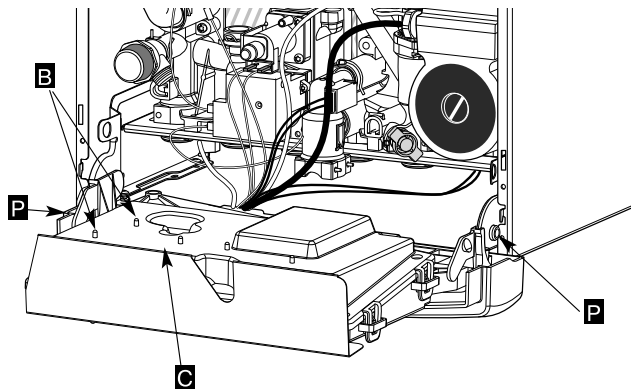

Рис. 10
- Отверните винты **B** и снимите крышку **C** (рис. 10).
**Отключите электропитание котла**, снимите кожух, откройте блок, нажав на два фиксатора **P** (рис. 10): органы регулировки находятся на электронной плате за заглушкой **E** (рис. 11).